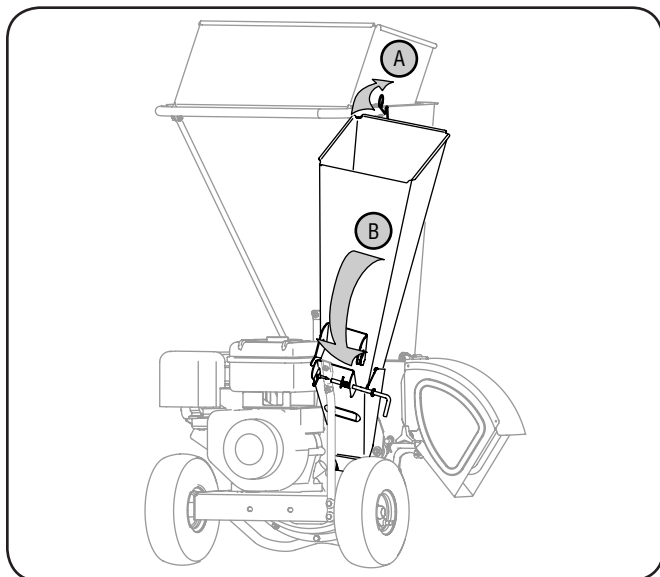

Figure 3-1
2. Faites pivoter doucement la trémie d'alimentation de la déchiqueteuse vers le bas jusqu'à ce qu'elle s'enclenche sur la tige de verrouillage. Voir Figure 3-1.